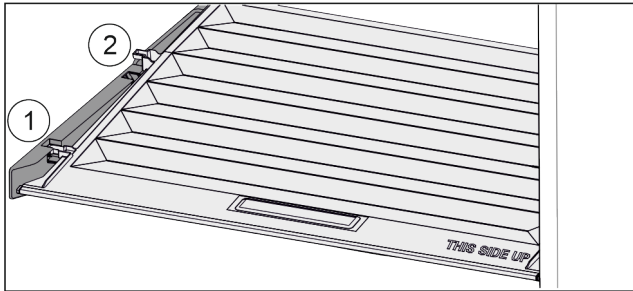

Fig. 82
- ▶ Издърпайте напред Fig. 82 (1) капака до отвора в задържащите части.
- ▶ Повдигнете го отзад отдолу и отстранете Fig. 82 (2) нагоре.